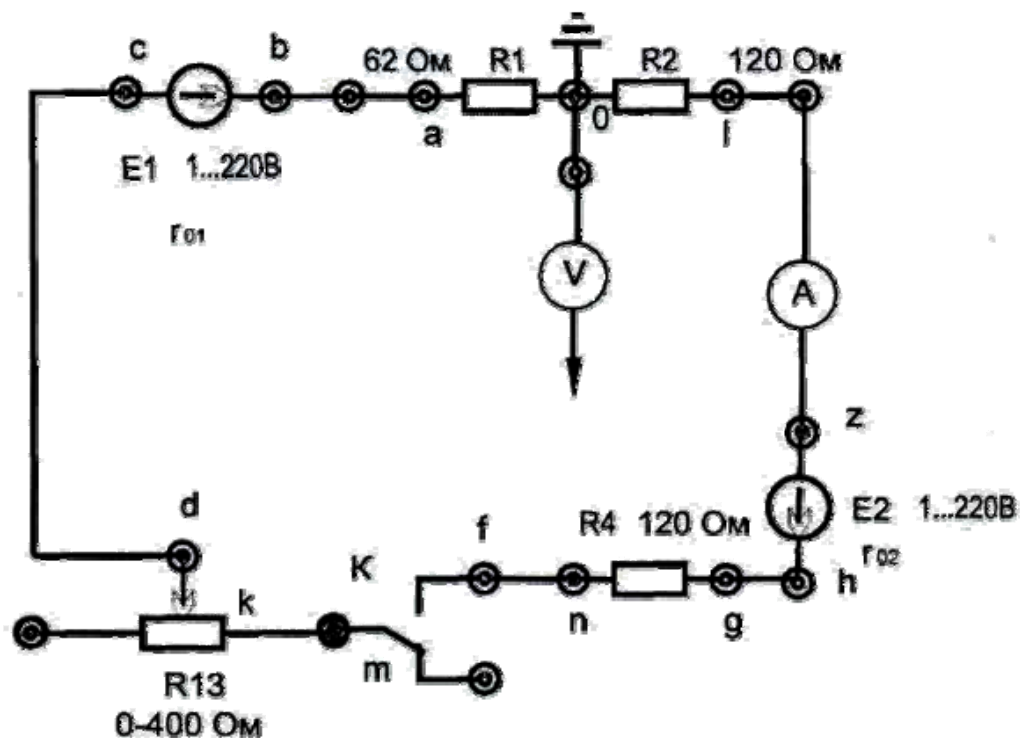

Рис. 6.
- 6.3.1. Собрать и изучить электрическую цепь (рис. 6.) при разомкнутом тумблере К.